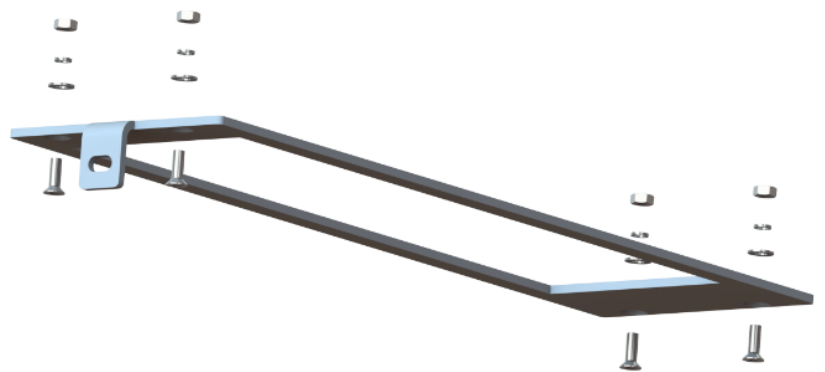

Рисунок 5.14. Кронштейн модуля
6. Вилучіть кронштейни та зніміть встановленні кріплення (рис. 5.14).